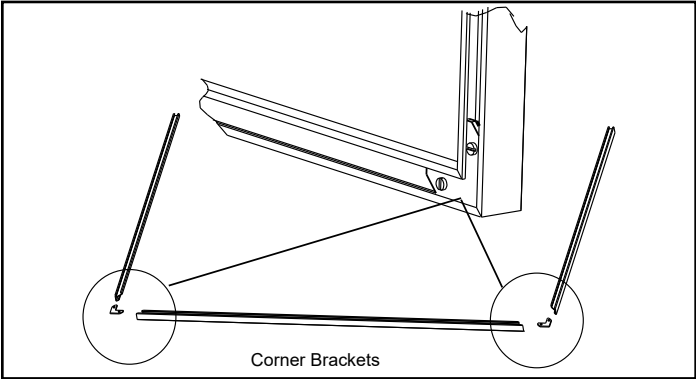

Figure 21.1
3. Assemblez la garniture comme indiqué à la Figure 21.1.